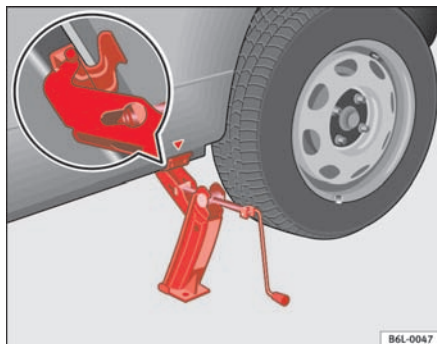

Fig. 135 Sådan sættes donkraften på.
- Stil donkraften således, at dens griber får fat i kanten under dørpanelet, og den bevægelige bundplade står plant på jorden ⇒ fig. 135.